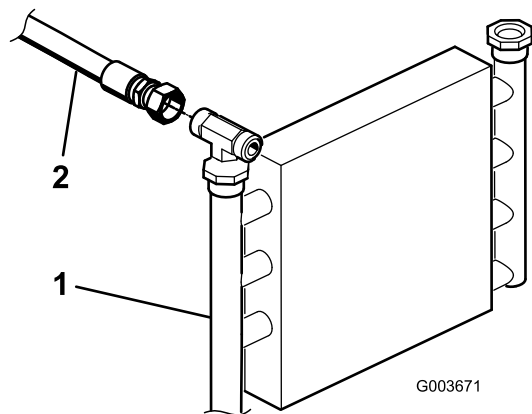

図 13
1. オイル・クーラから既存の昇降バルブに入っている油圧チューブを探し出す(図 13)。
2. オイル・クーラと昇降バルブから油圧チューブを外して取り除く（図 13）。